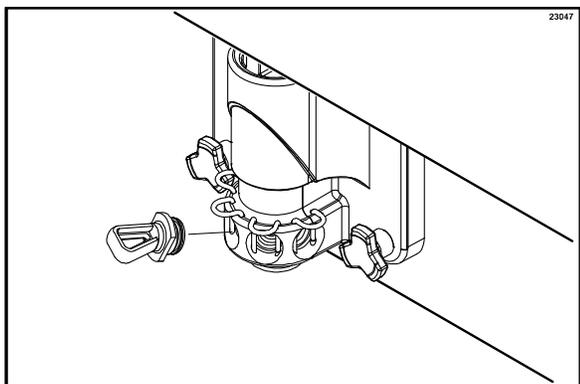

图 59
15. 升高每个固定插锁，在冷冻门的糖浆出口上安装糖浆口塞。降低固定插锁以便将口塞固定在门上。（见图 59。）